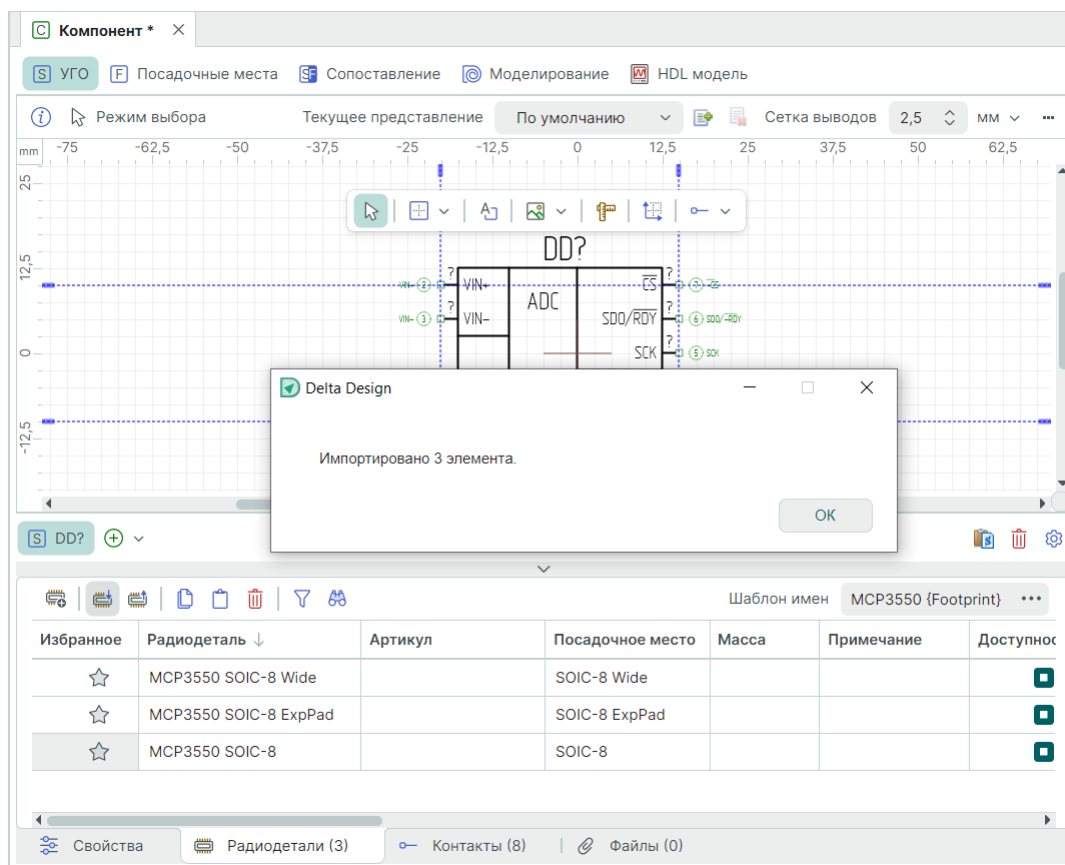

Рис. 327 Результат импорта данных радиодеталей
4. В таблице вкладки «Радиодетали» редактора компонентов отображаются добавленные строки импортированных радиодеталей, см. Рис. 327.